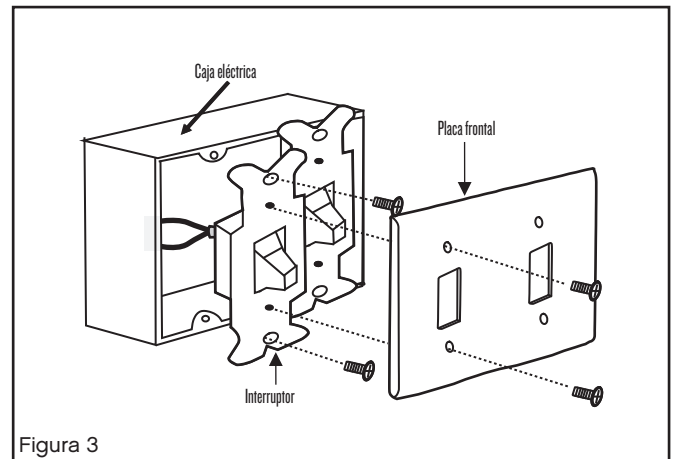

Figura 3
- 2** Desliza el interruptor de inversión (ubicado en la parte superior de la carcasa del motor, consulta la figura 3 en la página 7) hasta la posición opuesta y vuelve a encender el ventilador. Las aspas del ventilador girarán en sentido contrario e invertirán el flujo del aire.
Un flujo de aire HACIA ABAJO crea un efecto refrescante como se muestra en la Figura 3. Esto te permite configurar tu equipo de aire acondicionado a una temperatura más alta sin afectar tu comodidad.